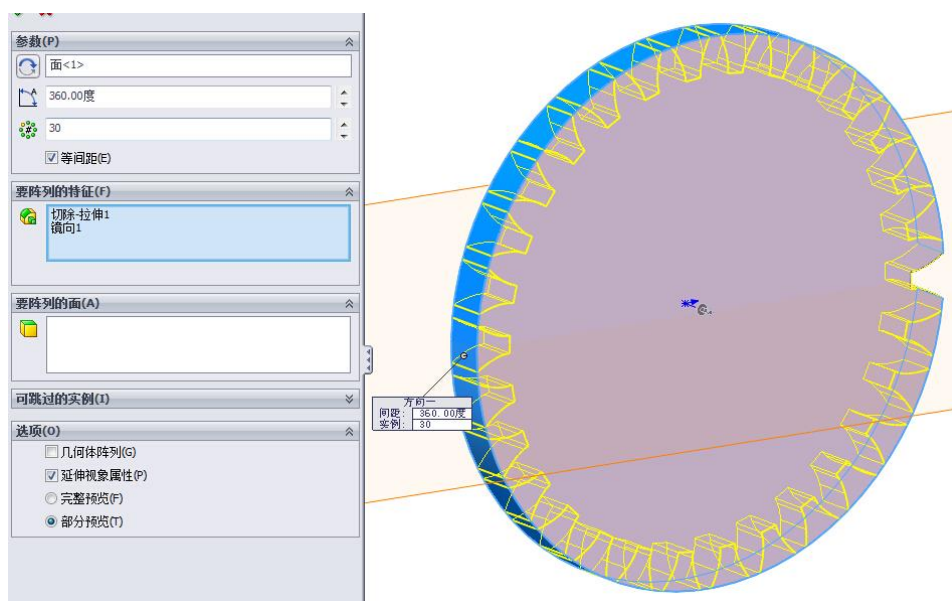

图 3-49 阵列（圆周）
(4) 单击“阵列（圆周）”选项，在弹出的对话框中，选择齿轮圆柱面作为“旋转中心”，阵列角度为“360”，阵列数量为“30”，在“要阵列的特征”中选择“镜向 1”和“切除-拉伸 1”，如图 3-49 所示。